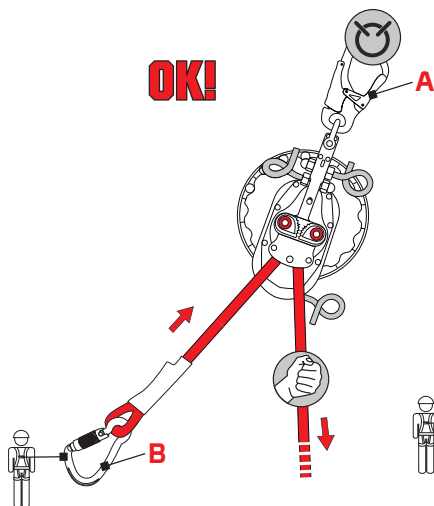
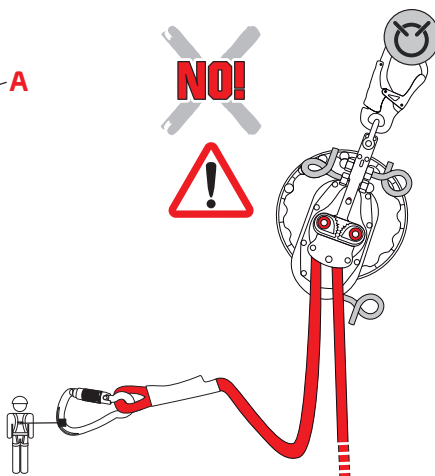

Fig.4A
Fig.4B
- relier l'extrémité courte de la corde, à l'aide du mousqueton (B), au harnais de la personne à descendre et la mettre sous tension (fig. 4a) en s'assurant qu'il n'y ait aucun lâche (fig. 4b),